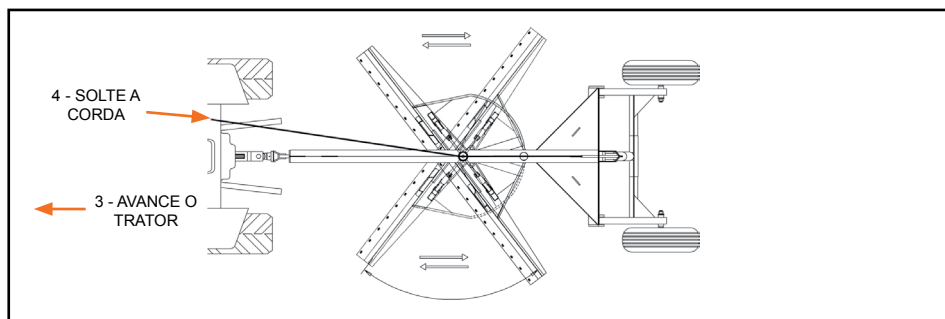

Figura 23
- 3º - Avance o trator até que a lâmina fique na posição desejada (Figura 23).